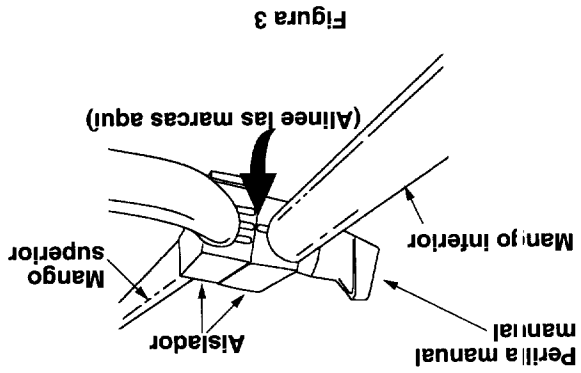

Figura 3
- El mango superior puede ajustarse a tres posiciones diferentes de altura. Para ajustar el mango a la posición deseada, alinee una de las tres marcas en el tope de los aisladores del mango inferior con la marca en los aisladores del mango superior. Vea la figura 3.